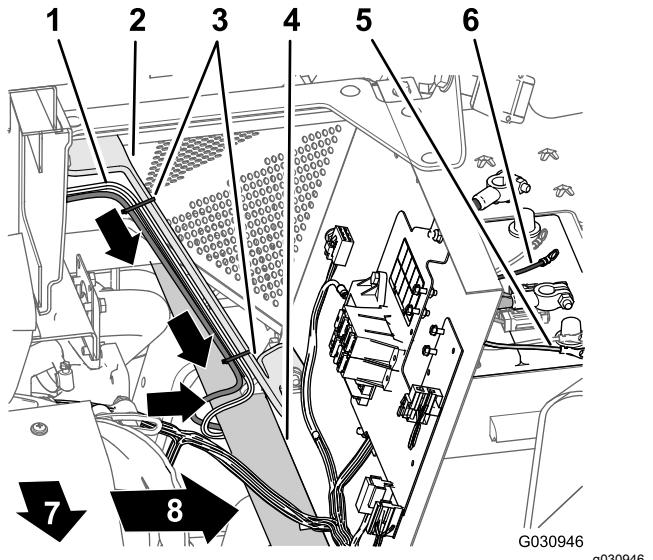

Bild 116
3. Verlegen Sie den 108-cm-Kabelbaumzweig nach unten entlang der linken Stütze für die Motorhaube und unter dem linken Rahmenrohr (Bild 116).
4. Verlegen Sie die 50-A-Sicherung und die Plus- und Minuspole des 108-cm-Kabelbaumzweigs zur Oberseite der Batterie (Bild 116).